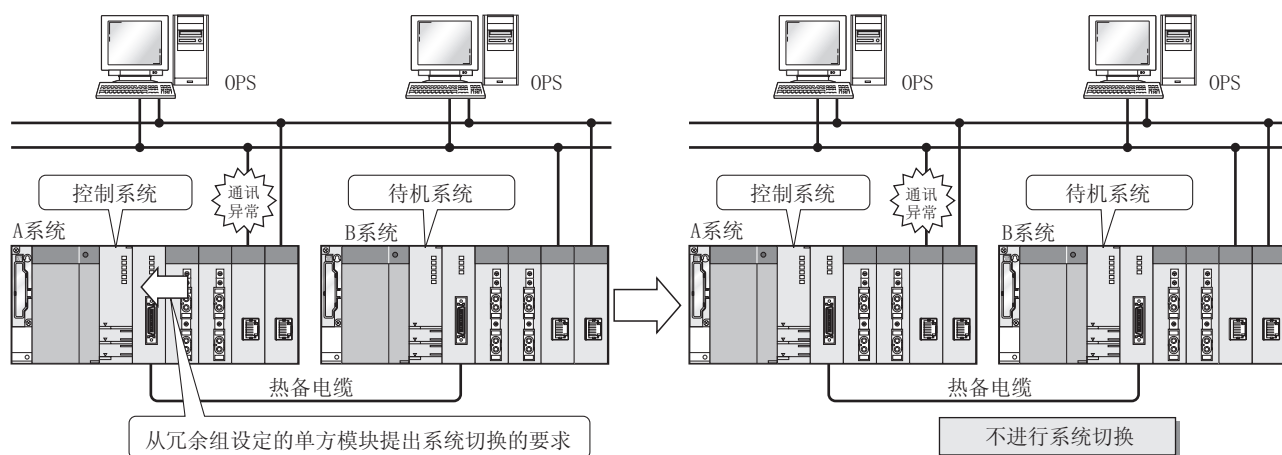

图 5.92 一套网络在异常时的动作
在 ETHERNET 中进行控制系统与待机系统的通讯时，Ethernet 发生异常时的动作如图 5.92、图 5.93 所示。
- 在冗余组设定的网络中，一套的网络在发生异常情况下的动作如图 5.92 所示。